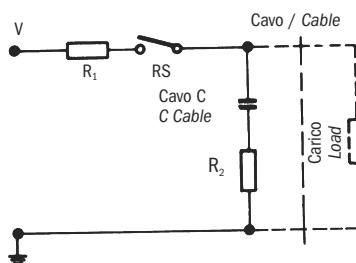

Fig. 4
**2) Carichi capacitivi e lampade** Al contrario di quanto avviene con i carichi induttori, con i carichi capacitivi e con lampada si hanno elevate scariche di corrente che possono provocare guasti immediati, e persino la saldatura dei contatti. Quando si commutano dei condensatori caricati o dei condensatori di linea, si ha un'immediata scarica la cui intensità dipende dalla portata e dalla lunghezza dei carichi. La corrente di scarica di picco è limitata da un resistore in serie con il condensatore, come è indicato nella fig. 4 (vedi pagina seguente). La dimensione del resistore sarà determinata in base alle possibilità esistenti nell'ambito di un particolare circuito. In ogni caso, dovrebbe essere il più grande possibile per limitare lo scarico di corrente entro limiti accettabili. Quanto detto vale anche per il carico con condensatori. Per quanto riguarda i circuiti con condensatori ad elevata scarica di corrente, andrebbero usati i circuiti come da fig. 5 (vedi pagina seguente), con R1 o R2.